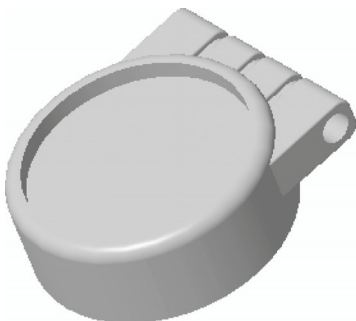

图 17-44 创建拉伸切除特征
STEP 03 设置拉伸类型为“拉伸至与所有曲面相交”，单击“移除材料”按钮，并调整方向，然后单击“完成”按钮，完成拉伸切除特征的创建，效果如图 17-44 所示。